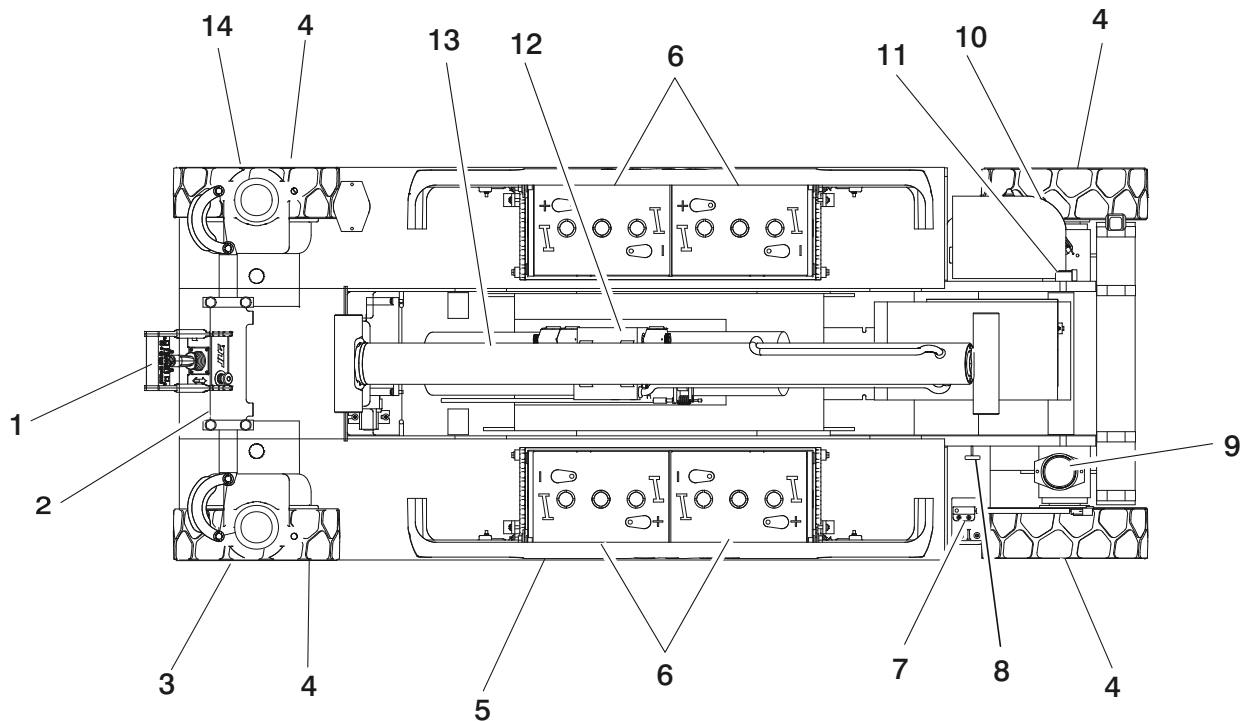

Figura 2-1. Inspeção Exterior Diária – Folha 1 de 3
5. **Inspecção exterior** – Consultar a figura 2-1.